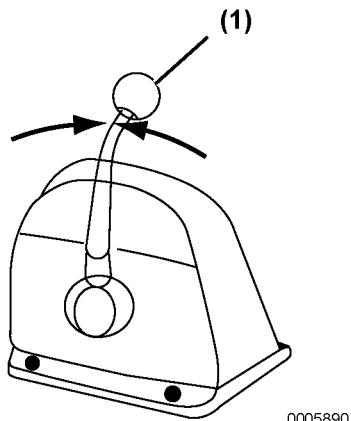

Figura 1
3. Coloque a alavanca de comando de mudanças na posição NEUTRO (Figura 1, (1)).